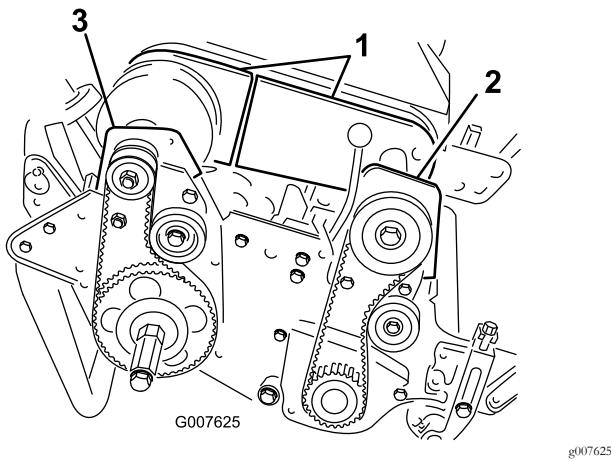

Figura 42
- Retire os parafusos que prendem as secções frontais e traseiras da cobertura do diferencial à estrutura do diferencial e deslize a cobertura para fora para expor a correia (Figura 42).
- 6. Retire os 2 parafusos e porcas que prendem a estrutura da embraiagem frontal à placa lateral (Figura 42).
- 8. Retire os 2 parafusos e porcas que prendem a estrutura da embraiagem direita traseira à placa lateral (Figura 42).